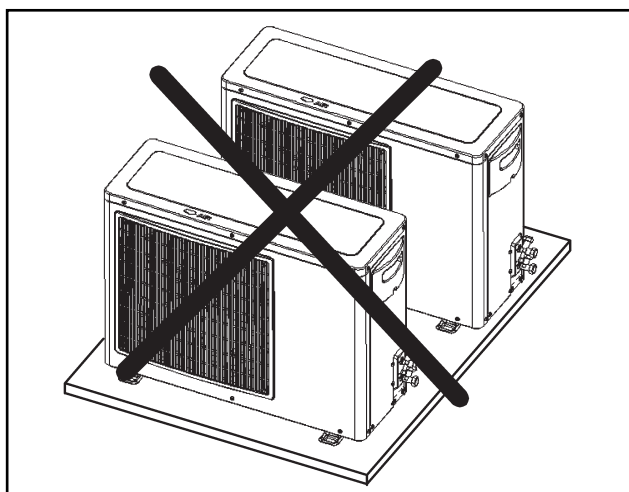

FIGURA 2 - EVITAR INSTALAÇÃO EM SEQUÊNCIA
- Jamais instalar as unidades condensadoras 38LM uma na frente da outra (figura 2).